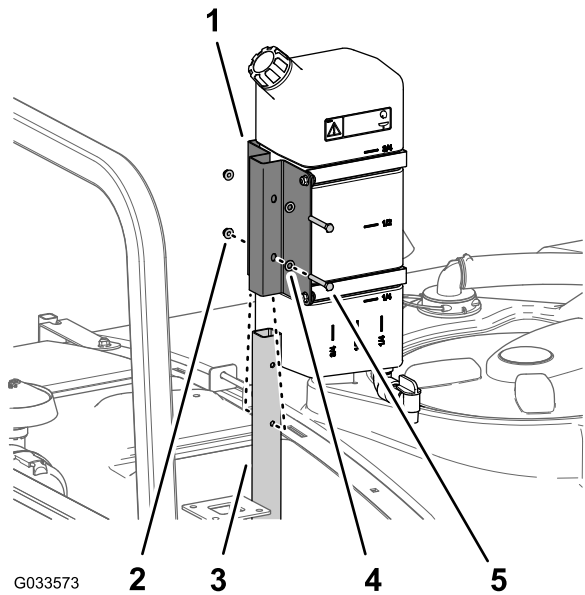

Figura 47
- 1. Monte el depósito de agua limpia y el soporte en el tubo de sujeción con 2 pernos (5/16" x 2¼") y 2 contratueras con arandela prensada (5/16"), como se muestra en la Figura 47.